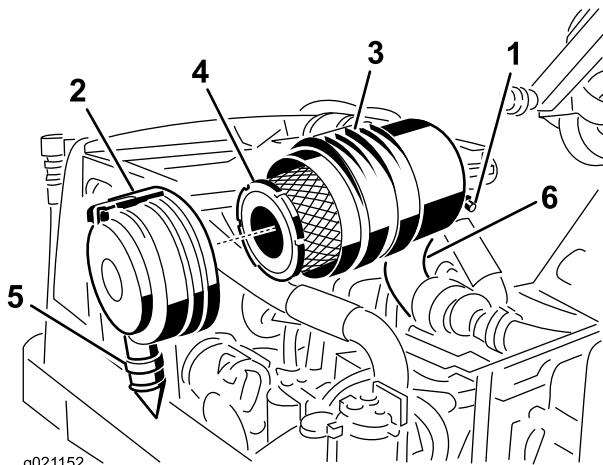
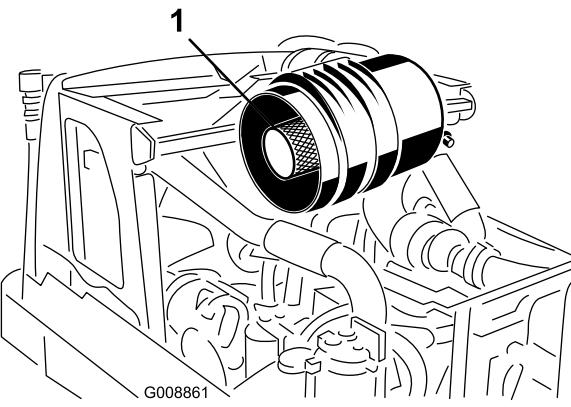

Bild 59
Bild 60
- Ziehen Sie den Riegel nach außen und drehen Sie die Luftfilterabdeckung nach links (Bild 59).
2. Entfernen Sie den Hauptfilter (Bild 59). Das Reinigen eines verwendeten Elements wird nicht empfohlen, da das Filtermedium beschädigt sein könnte. Prüfen Sie den neuen Filter auf Versandschäden, prüfen Sie das Dichtungsende des Filters und des Körpers. Verwenden Sie nie ein beschädigtes Element. Entfernen Sie **nicht** den Sicherheitsfilter (Bild 60).
Wichtig: Versuchen Sie nie, den Sicherheitsfilter zu reinigen (Bild 60). Tauschen Sie den Sicherheitsfilter bei jeder dritten Wartung des Hauptfilters aus.
3. Wechseln Sie den Hauptfilter aus (Bild 59).
6. Setzen Sie die Abdeckung ein, richten Sie das Gummiauslassventil (Bild 59) nach unten, ungefähr zwischen 17.00 und 19.00 Uhr (vom Ende her gesehen). Befestigen Sie den Riegel.